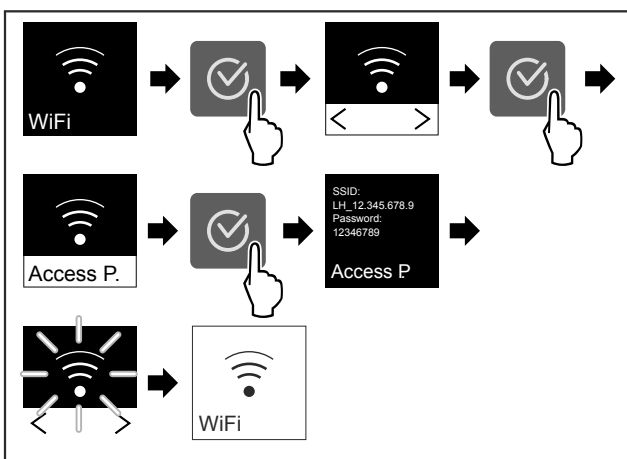

Fig. 29
- ▶ Wykonać czynności (patrz Fig. 29) .